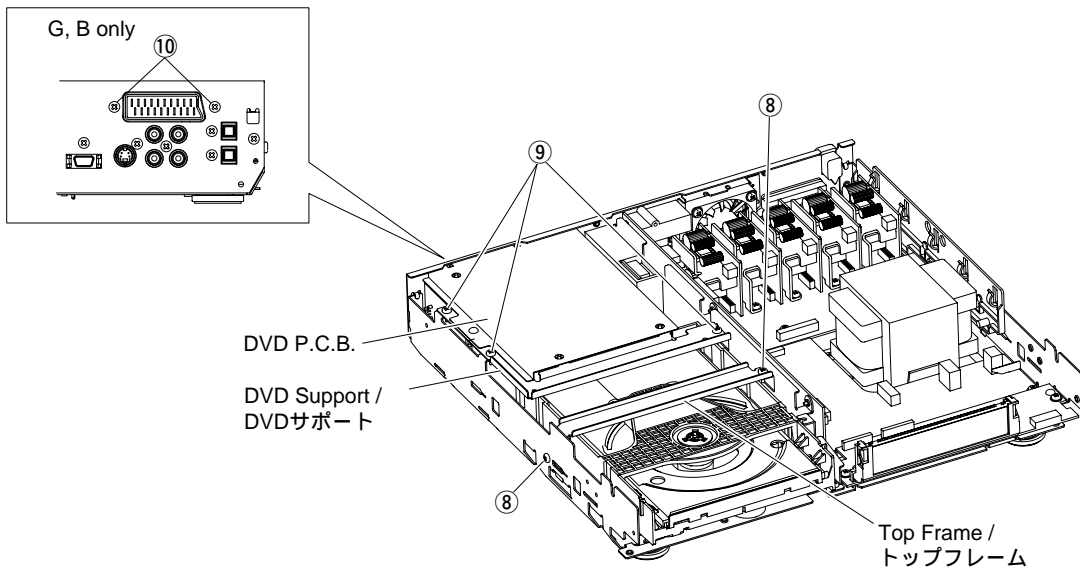

Fig. 5
- a. Remove 2 screws ( ⑧ ) and then remove the Top Frame in Fig. 5.
- b. Remove 3 screws ( ⑨ ) in Fig. 5.
- c. Remove 2 screws ( ⑩ ) in Fig. 5. (G, B only)
- d. Remove the DVD support and the DVD P.C.B. in Fig. 5.
- a. ⑧のネジ2本を外し、トップフレームを外します。( Fig. 5 )
- b. ⑨のネジ3本を外します。( Fig. 5 )
- c. ⑩のネジ2本を外します。( G, B only ) ( Fig. 5 )
- d. DVDサポート & DVD P.C.B.を外します。( Fig. 5 )